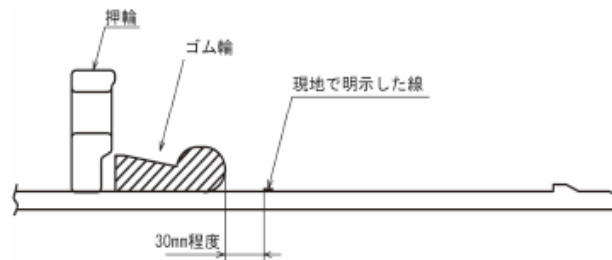

図 4-13 接合部品のセット位置
- (1) 管の清掃は、直管同様とすること。
- (2) ロックリング及びストッパーがセットされているか確認すること。
- (3) 異形管受口端面から受口奥部までののみ込み量を測定し、挿し口に実測値を挿入量として白線で明示すること。
- (4) 押輪及び清掃したゴム輪を順に挿し口に預け、図 4-13 に示す向きでセットすること。